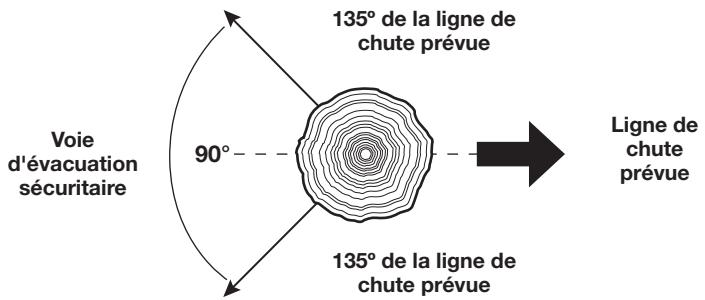

Fig. 10
- Déterminez une voie d'évacuation sûre et rapide. Dégarez la zone autour de l'arbre et assurez-vous qu'il n'y ait aucun obstacle bloquant la voie d'évacuation. Mettez en place un corridor d'évacuation de 90°, à environ 135° de la ligne de chute (Fig. 10).